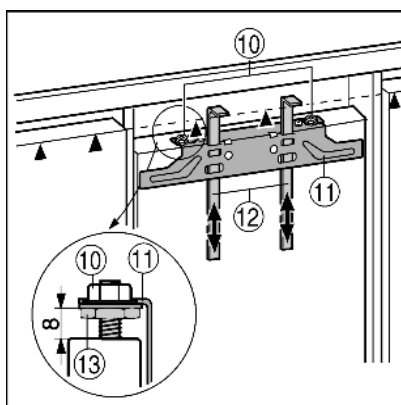

Fig. 13
- Монтажные приспособления Fig. 13 (12) сдвиньте вверх на высоту мебельной дверцы. Нижняя упорная кромка ▲ монтажного приспособления = верхней кромке подлежащей установке мебельной дверцы.
- Открутите крепежную поперечину Fig. 13 (11) с помощью контргаек Fig. 13 (10).